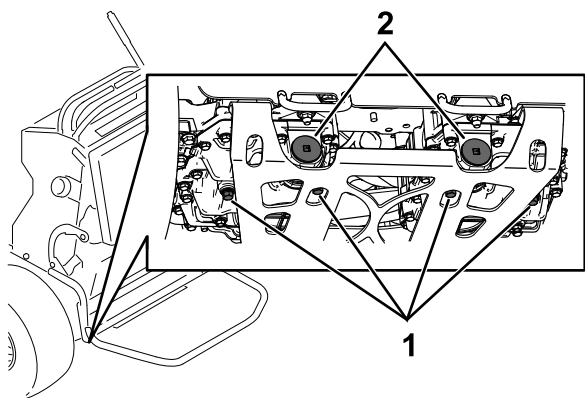

Figure 85
5. Localisez le bouchon de vidange au bas de chaque transmission et placez un bac de vidange sous les bouchons (Figure 85).